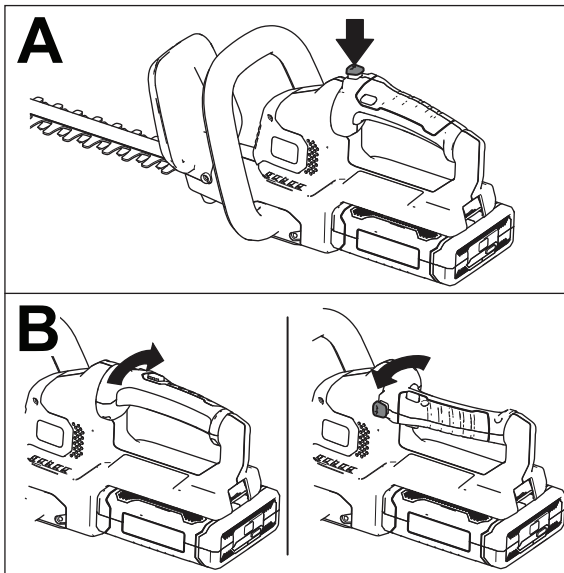

Figure 6
1. Appuyez de manière prolongée sur le bouton de verrouillage de la rotation (encadré A de la Figure 6).
2. Tournez la poignée de 90° vers la droite ou la gauche selon le sens de coupe recherché, puis relâchez le bouton de verrouillage de la rotation pour bloquer la poignée à la position voulue (encadré B de la Figure 6).